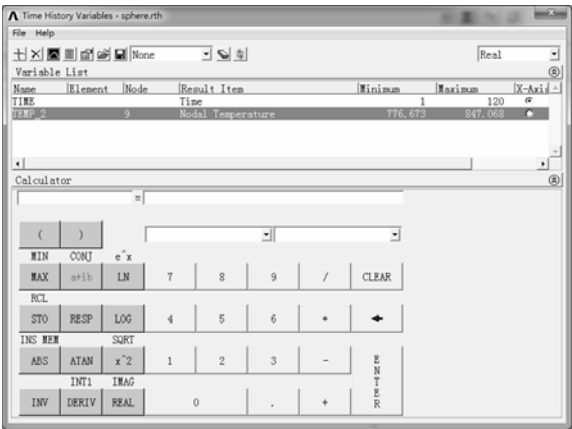

图 5-38 变量观察器
1) 选择“Main Menu>TimeHist Postpro>Variable”下的“Viewer”命令，弹出“Time History Variables”对话框，如图 5-38 所示。